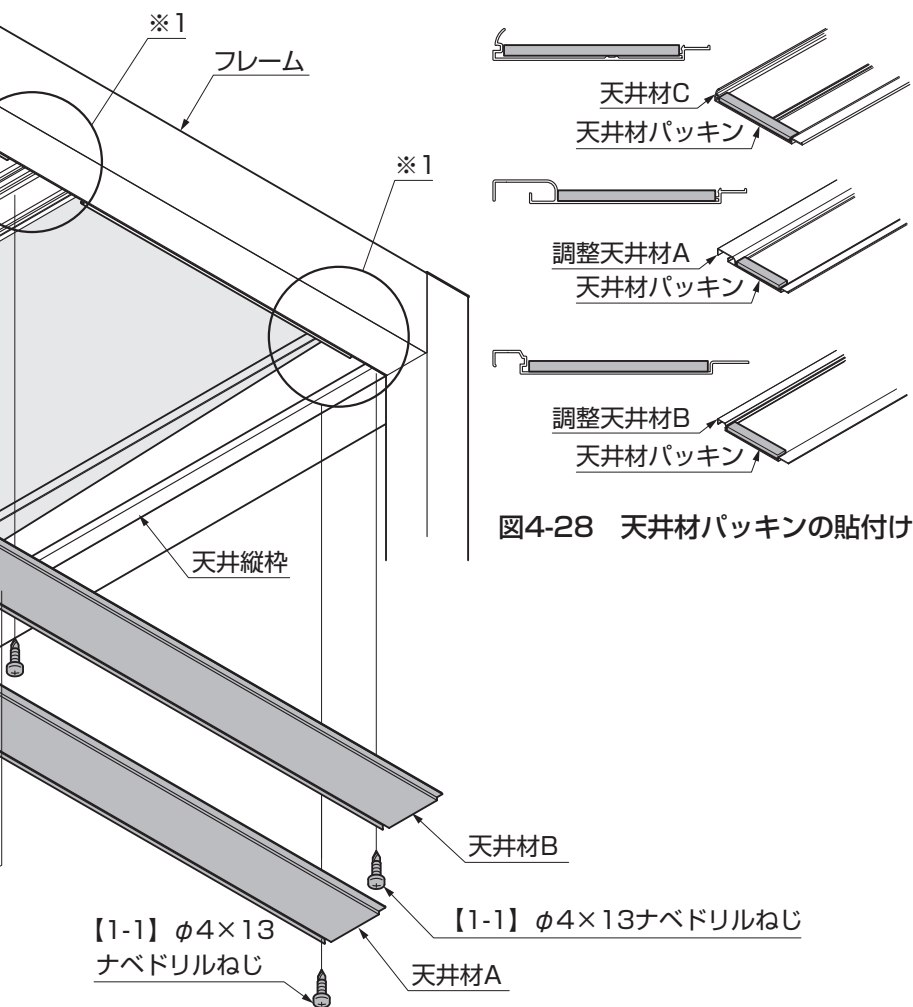

図4-28 天井材パッキンの貼付け
- ①天井材パッキンを天井材の左右端部の凹み部分に合わせてカットして天井材の左右端部に貼り付けてください。(図4-28参照)